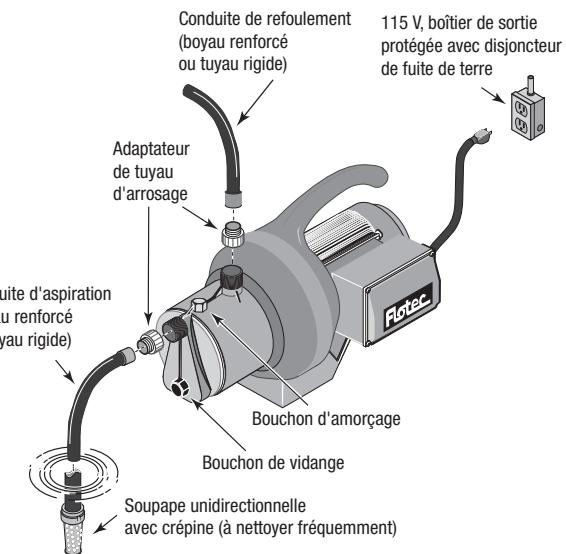

Figure 1 – Installation classique
Les orifices d'aspiration et de refoulement sont taraudés pour un filetage de 1 po MNPT. En cas d'utilisation de boyaux, utiliser un adaptateur de boyau. Voir la figure 1. Ne pas utiliser de boyau sur l'aspiration en cas de pompage d'eau à partir de lacs, de cours d'eau ou d'étangs. Le boyau s'affaissera et provoquera une défaillance de la pompe. Installer une crêpine avec le clapet de pied à l'extrémité de la conduite d'aspiration. Inspecter et nettoyer fréquemment la crêpine (figure 1).
- En cas d'utilisation d'un boyau d'arrosage, installer des adaptateurs sur l'aspiration de la pompe et le refoulement de la pompe. Le boyau d'aspiration nécessitera deux extrémités femelles. Utiliser un boyau d'alimentation standard de machine à laver comme conduite d'aspiration (figure 1).